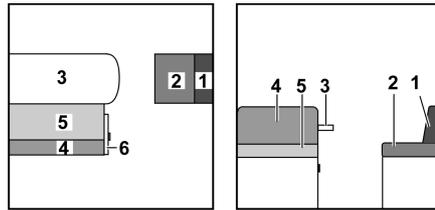

Bild 145 Vor dem Umbau
- Tisch (Bild 145,3) vergrößern und den vergrößerten Hängetisch zum Bettunterbau umbauen (siehe Abschnitt 7.8).
- Griff ziehen und Klappe (Bild 145,6) öffnen.